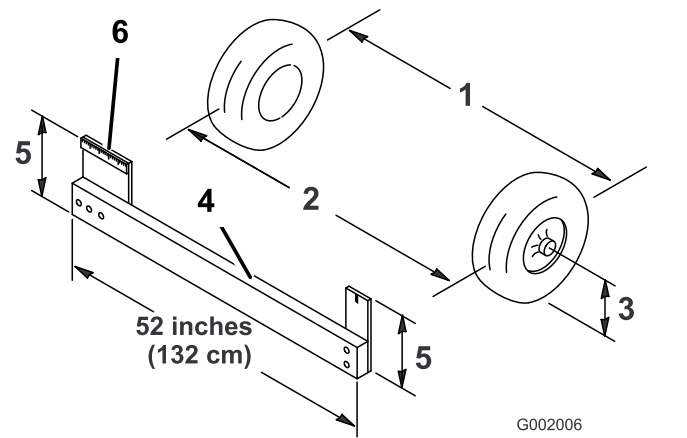

Figure 45
- Mesurez la distance entre les deux roues avant à hauteur d'essieu, à l'avant et à l'arrière des roues (Figure 45).
Remarque: Vous aurez besoin d'un gabarit ou d'un contrôleur d'alignement pour mesurer précisément l'arrière des roues avant à hauteur d'essieu. Utilisez le même gabarit ou outil pour mesurer précisément l'avant des roues avant à hauteur d'essieu (Figure 45).